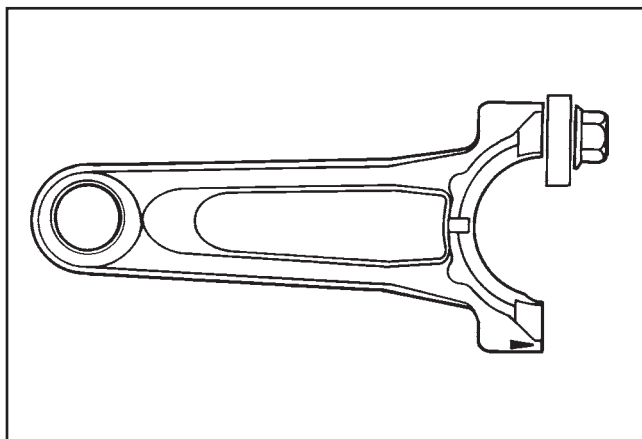

Figure 2-2. Outil pour culbuteur/vilebrequin.
4. Se servir d'une rondelle plate au diamètre intérieur correct pour glisser la vis de capuchon sur un diamètre extérieur approximatif de 1 pouce (n° de pièce Kohler 12 468 05-S). Assembler la vis de capuchon et la rondelle sur la surface de joint de la bielle, comme indiqué sur la figure 2-2.